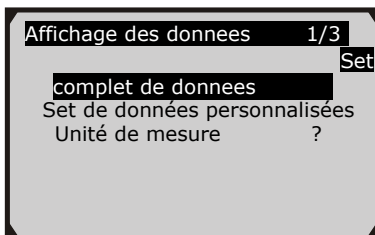

Figure 5.13
- 1) Pour visualiser les données PID personnalisées, utilisez le bouton de navigation **HAUT/BAS** pour sélectionner **Set de données personnalisées** du menu **Affichage des données** et appuyez sur le bouton **OK**. (Figure 5.13)